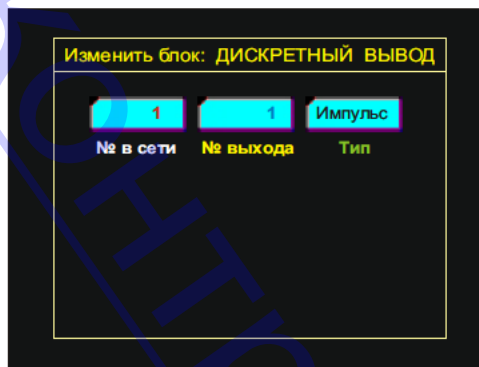

Рис. 34. Конфигуратор блока "Дискретный вывод"
9.1.20 Конфигуратор блока содержит следующие конфигурационные окна (Рис. 34):